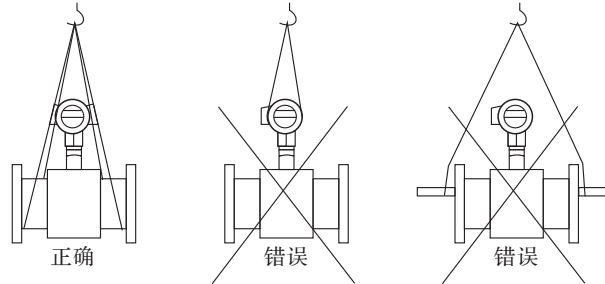

图8 正确吊装方法
频率输出和脉冲输出一般为OC门输出形式。因此，应外接直流电源和负载。具体见图6，图8。
- 请采用图8中正确的吊装方法。